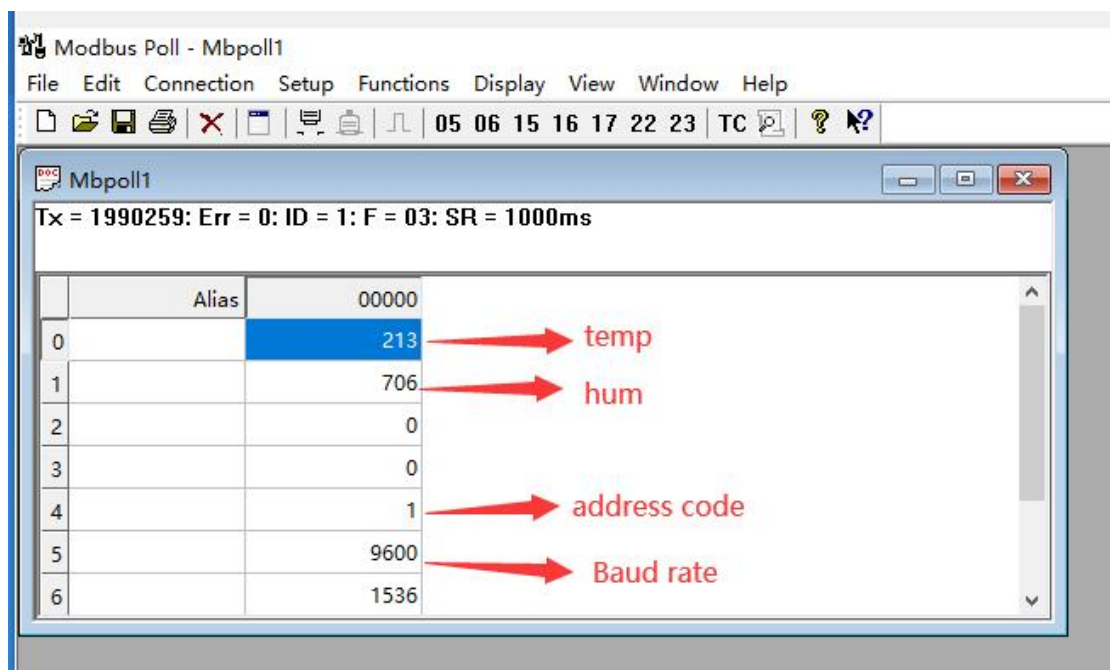

图 7
8. 完成以上步骤即可让 THT02 与主机通信,如图 7 中表示 THT02 温度为 21.3℃,湿度为 70.6%,地址为 1, 波特率为 9600。